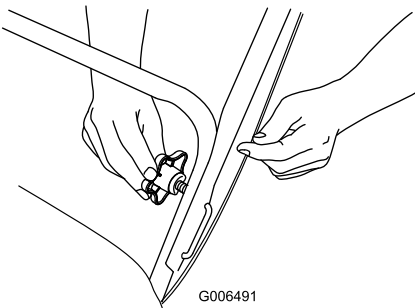

Figure 5
1. Dispositifs de blocage en U (2) 2. Boutons de guidon
2. Insérez le dispositif de blocage en U dans le trou libre du guidon et serrez fermement les boutons du guidon (Figure 5).